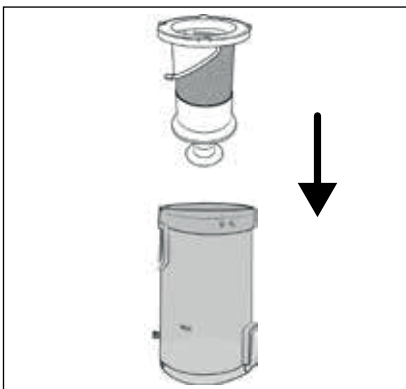

Abb. 26
- 6) Setzen Sie den Edelstahlfilter **6** in den Schmutzbehälter **7** ein und drücken Sie ihn ganz nach unten (siehe Abb. 26). Achten Sie dabei auf die unterschiedlich großen Arretierungen am Edelstahlfilter **6**. Der Edelstahlfilter **6** kann durch diese Arretierungen nur in einer Position in den Schmutzbehälter **7** eingesetzt werden.